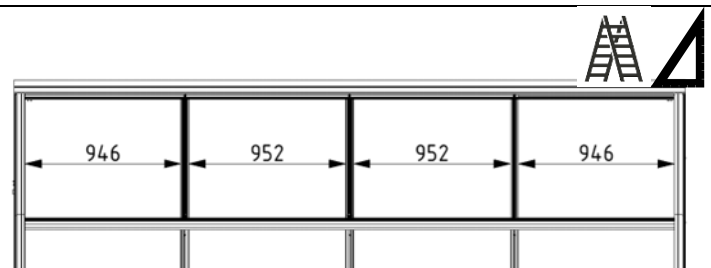

Abb. 70
- anschließend erfolgt das Ausrichten, um sicherzustellen, dass die Sprosse parallel sitzt. (Abb. 70)